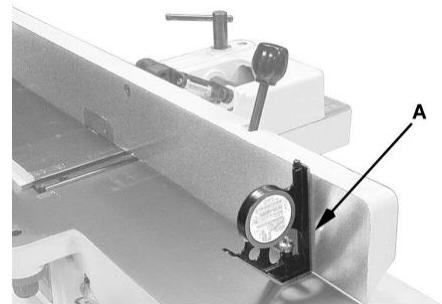

Рис. 25
5. Поместите инструмент для измерения угла на стол и на упор, чтобы проверить правильность установки угла 90° (A, рис. 25).
6. Если упор находится не под прямым углом по отношению к столу, ослабьте фиксатор (J), ослабьте шестигранную гайку (F), и вращайте стопорной болт (E) до тех пор, пока угол между упором и столом не составит 90°.
7. Затяните стопорную гайку (F) чтобы зафиксировать угол. Затяните фиксатор (J).